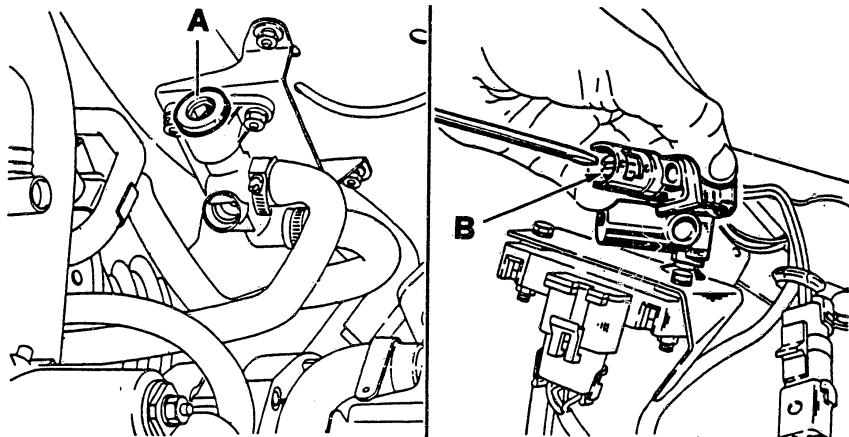

Bild 36 Einspritzanlage Renix: Einstellen der Leerlaufdrehzahl (A) und des Leerlaufgemisches (B).
- Die **Leerlaufdrehzahl** von 775...825/min. wird an der Umgehungs-schraube der Drosselklappe (A in Bild 36) eingestellt.
- Das **Potentiometer (CO)** hat am linken Anschlag einen Widerstand von 0...10Ω, am rechten Anschlag von ~10kΩ.